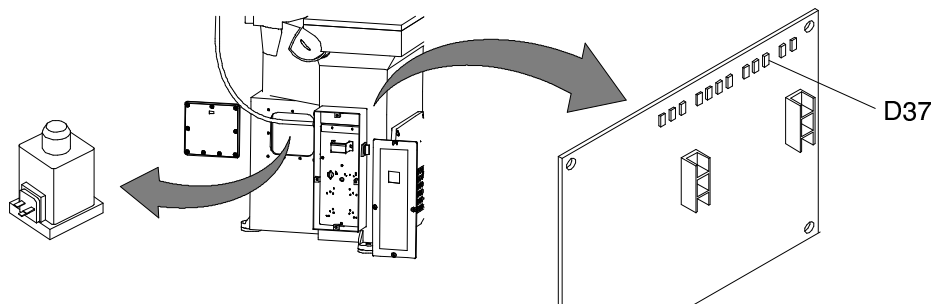

Fig. 23
b) Se i led D25 e D28 si accendono regolarmente, controllare l'accensione del led D37 sulla scheda elettronica (cod.02E03947, tav. 8). Qualora il led D37 si accenda regolarmente, verificare il cablaggio dall'elettromagnete alla scheda e l'elettromagnete stesso (cod. 02001746, tav. 5-6-7). Verificare che all'elettromagnete giunga la corretta tensione di 40/45V (Fig. 23).